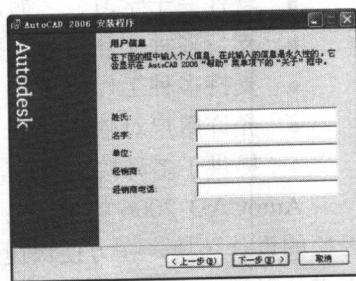

图 1.5 输入用户信息
**步骤 5** 填入用户信息后，点击【下一步】按钮，如图 1.5 所示。